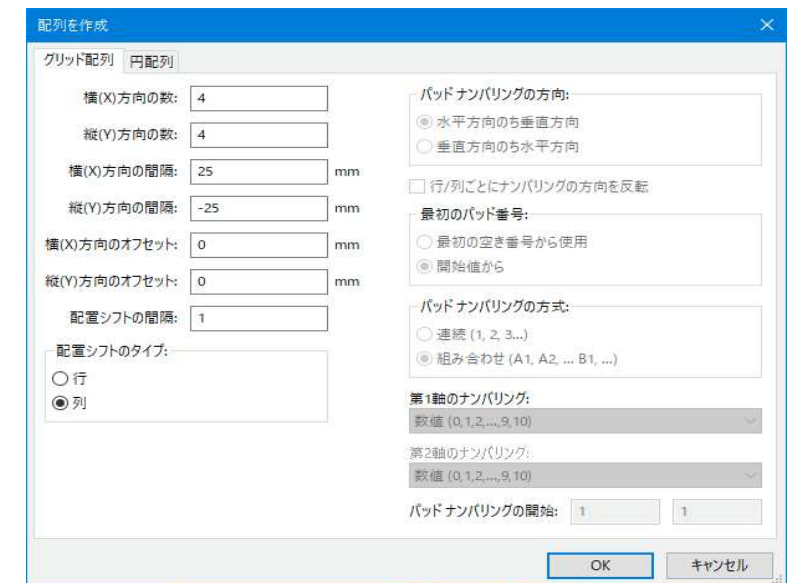

図 A-11
- ③ 「配列を作成」ダイアログ各欄の値を設定します。図 A-11
- ④ 「OK」をクリックし面付けを実行します。